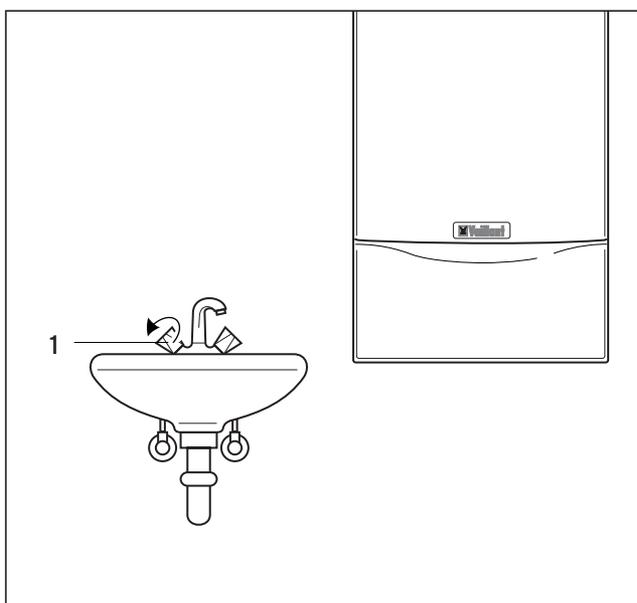

Abb. 3.9 Warmwasser zapfen (VCW-Geräte)
3.3.3 Warmwasser zapfen (Abb. 3.9)